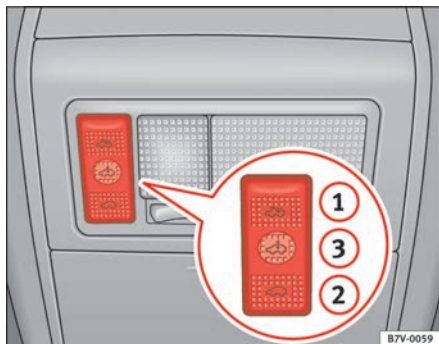

Abb. 66 Dachhimmel:
- Drücken Sie die Schaltfläche ⇒ Abb. 66 ①.
Ein durch Kraftbegrenzung wiederholt geöffnetes Schiebe-/Ausstelldach können Sie dann schließen, wenn Sie die Schaltfläche ⇒ Seite 107, Abb. 66  gedrückt halten, bis das Schiebe-/Ausstelldach vollständig geschlossen ist. **Dabei schließt das Schiebe-/Ausstelldach ohne Kraftbegrenzung.**